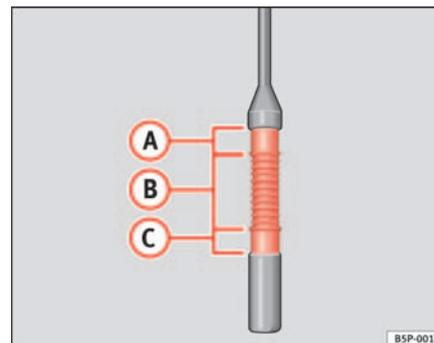

Fig. 154 Varilla de medición del nivel de aceite.
- Vuelva a extraer la varilla de medición y compruebe el nivel de aceite que indica el extremo inferior de la varilla de medición ⇒ **página 217, fig. 154.**
Si el nivel se encuentra en la zona ⇒ **página 217, fig. 154** **(A)**, no se debe añadir aceite.